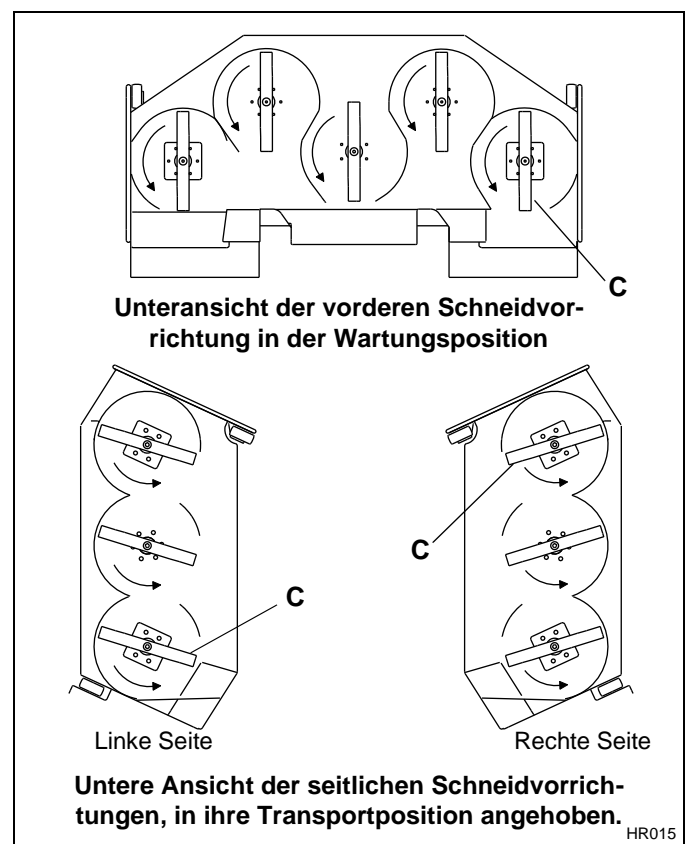

Abb. 4C
5. Die Klinge an der Mähvorrichtung anbringen. Die Klingen so anbringen, daß die Schneidkanten **(C)** in Drehrichtung zeigen, wie in Abb. 4C gezeigt. Abgeschrägte Schneidkanten der Klinge müssen in Richtung Schneidvorrichtungsgehäuse zeigen.